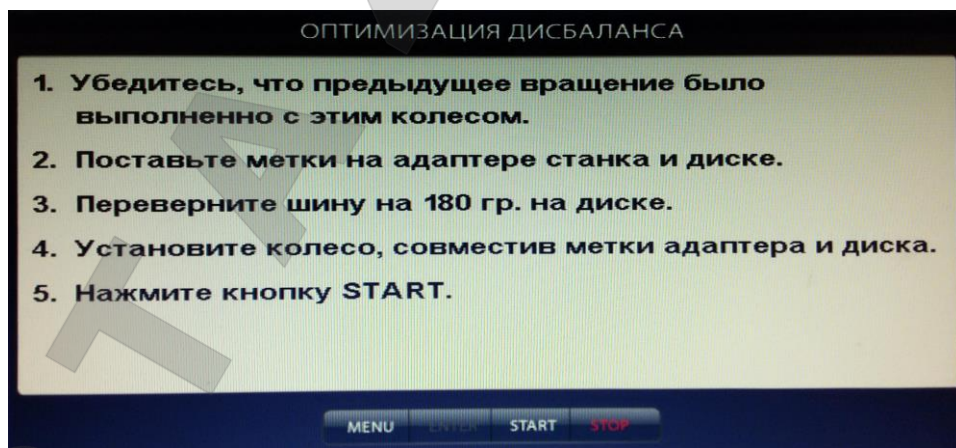
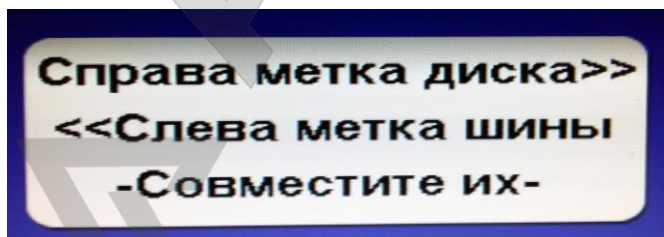

Рис. 15.2.
Рис. 15.3.
окно (рис. 15.2). Далее выполните операции согласно указаниям в окне (рис.15.2).
15.3. После выполнения п.5 в окне рис.15.2 на экране монитора появится окно (рис. 15.3), а на индикаторах 1 отобразится величина статического дисбаланса колеса, а на индикаторах 4 -
величина дисбаланса колеса, которую можно получить после завершения программы Opt. Поставьте метки на шине и диске согласно указаниям в окне (рис.15.3).